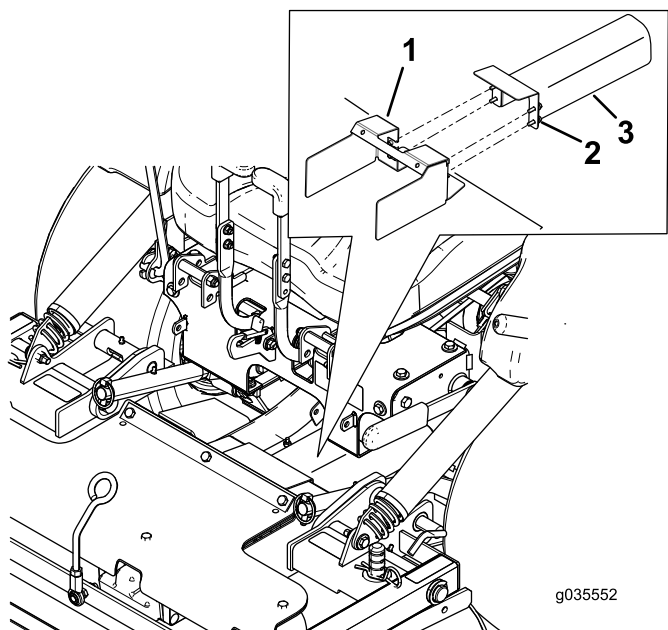

Рисунок 9
5. Ослабьте болты и снимите металлические ограждения, показанные на Рисунок 9.
2. Установите металлические ограждения и болты, как показано на Рисунок 9.